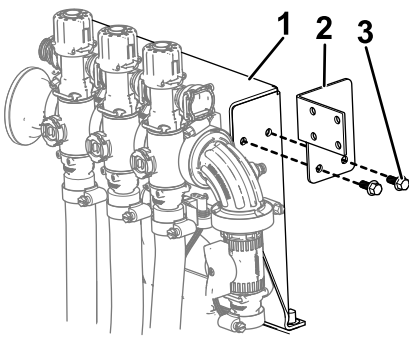

Bild 17
1. Montieren Sie die Regelventilhalterung mit zwei Bundkopfschrauben (1/4" x 5/8") am Ventilhalterungsrahmen, wie in Bild 17 dargestellt.